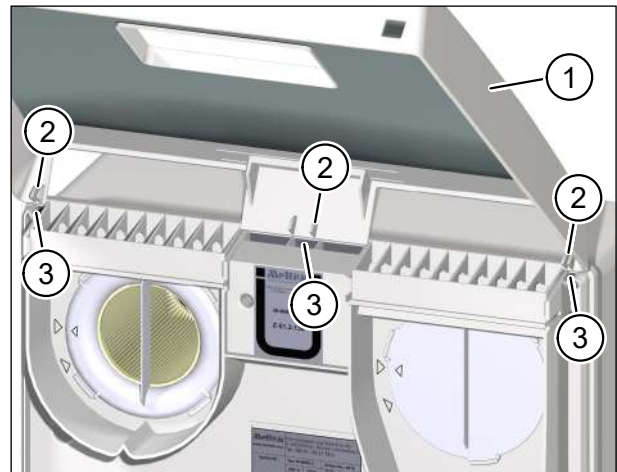

Abb. 15: Gerätedeckel auf Lüftungsgerät aufsetzen
- ▶ Fassen Sie den Gerätedeckel (Pos. 1 in Abb. 15) des Lüftungsgerätes mit beiden Händen und neigen Sie die Oberkante des Deckels in Richtung Lüftungsgerät.
- ▶ Setzen Sie die Nasen (Pos. 2 in Abb. 15) des Gerätedeckels in die Öffnungen (Pos. 3 in Abb. 15) an der Oberseite des Lüftungsgerätes ein.